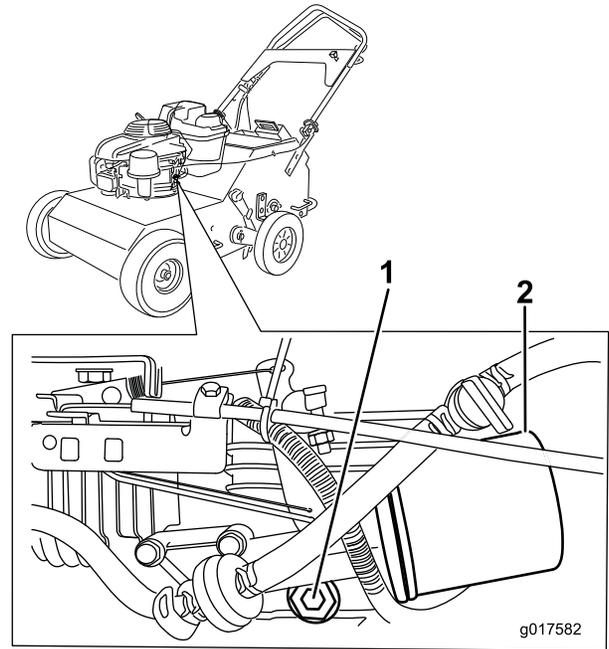

Figura 22
6. Retire el tapón de vaciado (Figura 22) e incline la máquina para que el aceite caiga en el recipiente.
2. Coloque un paño debajo del filtro de aceite (Figura 22) para que absorba el aceite que pueda caer cuando retira el filtro.